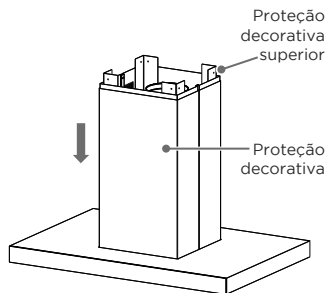

Fig. 18
5. Encaixe as proteções decorativas superior e inferior no corpo da coifa, garantindo que a proteção superior fique encaixada internamente à inferior (Fig. 18).